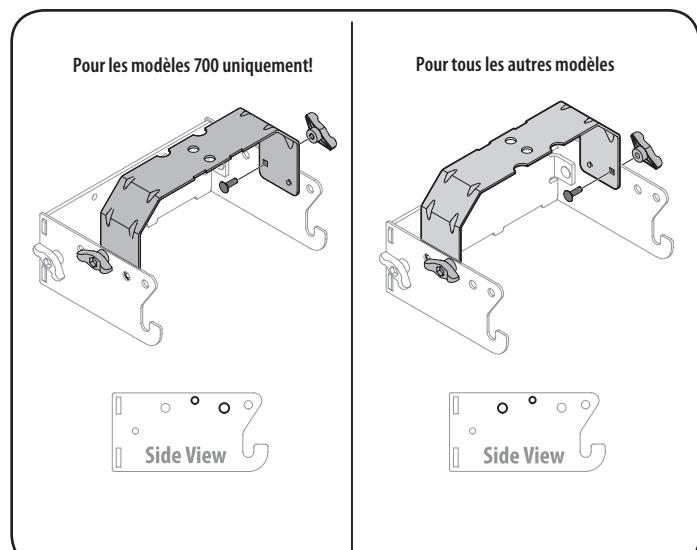

Figure 7
2. Renversez l'assemblage et montez le crochet de support de l'attelage comme illustré à la Figure 7.
Remarque : Les orifices les plus près des crochets de support doivent être utilisés pour toutes les modèles de la série 700, alors que les deux orifices se trouvant à proximité du bâti sont destinés à tout autre modèle. Le support de fixation de l'attelage devra être renversé pour permettre l'alignement des orifices adéquats selon le modèle de l'appareil sur lequel cette ensacheuse doit être installée. Consultez la Figure 7.